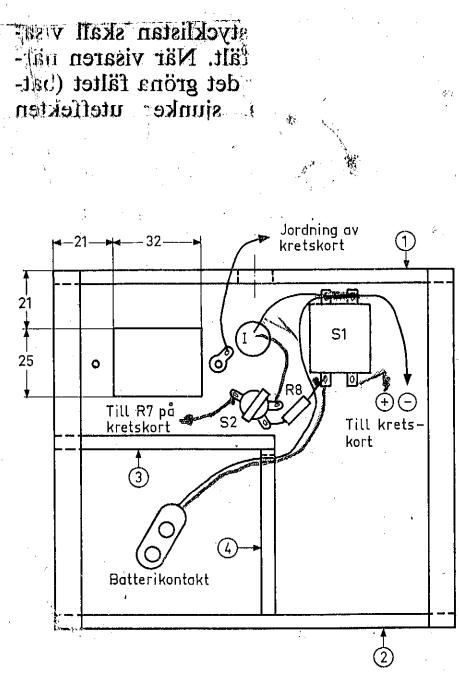

Fig 8. Ritning till sändarens låda med ledningsdrägnings.
Höljet kan naturligtvis tillverkas efter individuella önskemål. Prototypplåten har byggts upp av två plexiglasavlar, 4—6 mm tjocka, och ett plåtsvep. På ena gaveln skall man ta upp ett hål för antennen. Lådan är klädd med självhäftande folie av plast. Arbetsgången blir följande (se fig. 8 och 9):
1) Av en skiva plexiglas (ex *Clas Ohlson UI361*) sågar man två remsor, 43 mm breda och minst 225 mm långa. Av dessa kapar man två bitar 143 mm långa, som bildar gavlarna ① och ② i fig 8. Den ena restbiten kapas till längden 80 mm, detalj